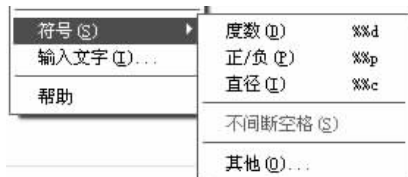

图 9-12 输入特殊符号
1) 输入符号时，在文字输入编辑框上单击鼠标右键，在弹出的快捷菜单中选择【符号 (S)】命令，会弹出下一级菜单。利用该菜单可以插入度数 (°)、正负 (±)、直径 (φ) 及其他符号等，如图 9-12 所示。